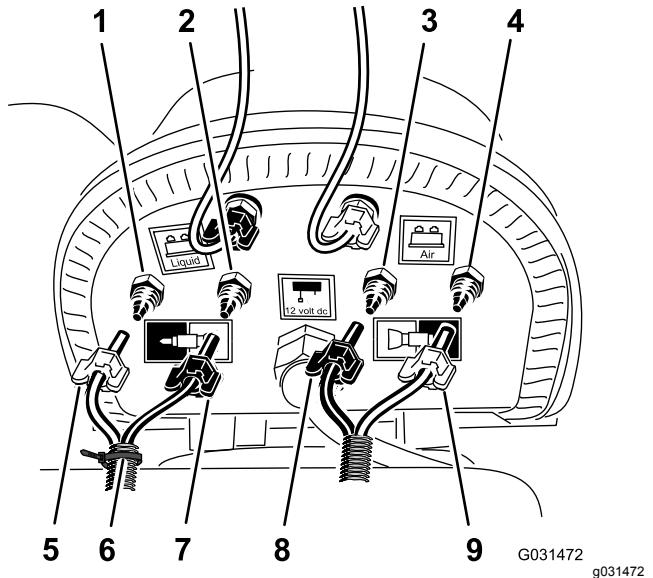

Figura 23
- En el panel de conexiones del compresor del kit de marcador de espuma, coloque una brida alrededor de los tubos transparente y azul de la sección de brazo derecha (Figura 23).
2. Afloje las tuercas de compresión de los 2 tubos azules y los 2 tubos transparentes de las boquillas de espuma en las secciones de brazo izquierdo y derecho (Figura 23).
3. Retire los 4 tubos de los acoplamientos de compresión de las secciones de brazo (Figura 23).